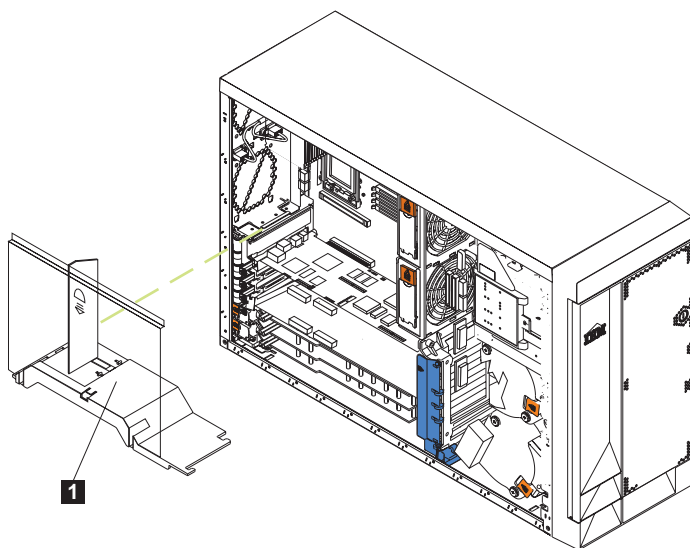
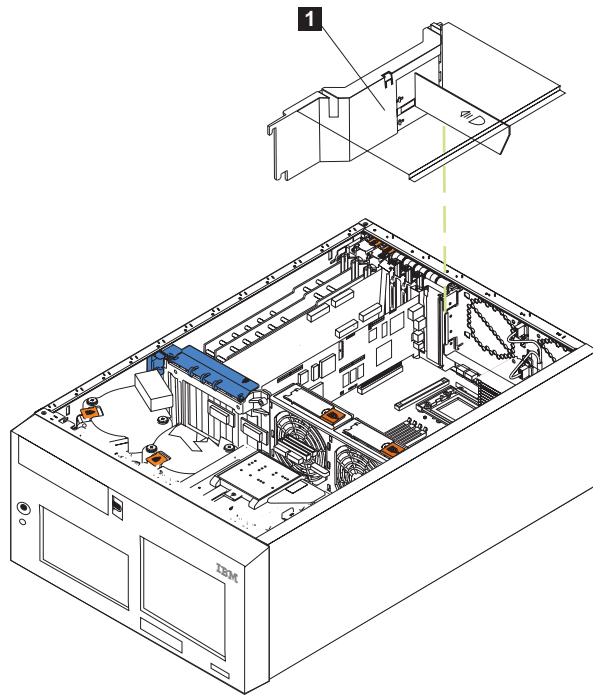

图 38. 卸下气流隔板组件（型号 25T）
图 39. 卸下气流隔板组件（具有机架安装转换功能的型号 25T）
3. 查看图 38 或第 103 页的图 39 并将气流隔板组件从导轨中拉出；然后，从引擎中卸下它。